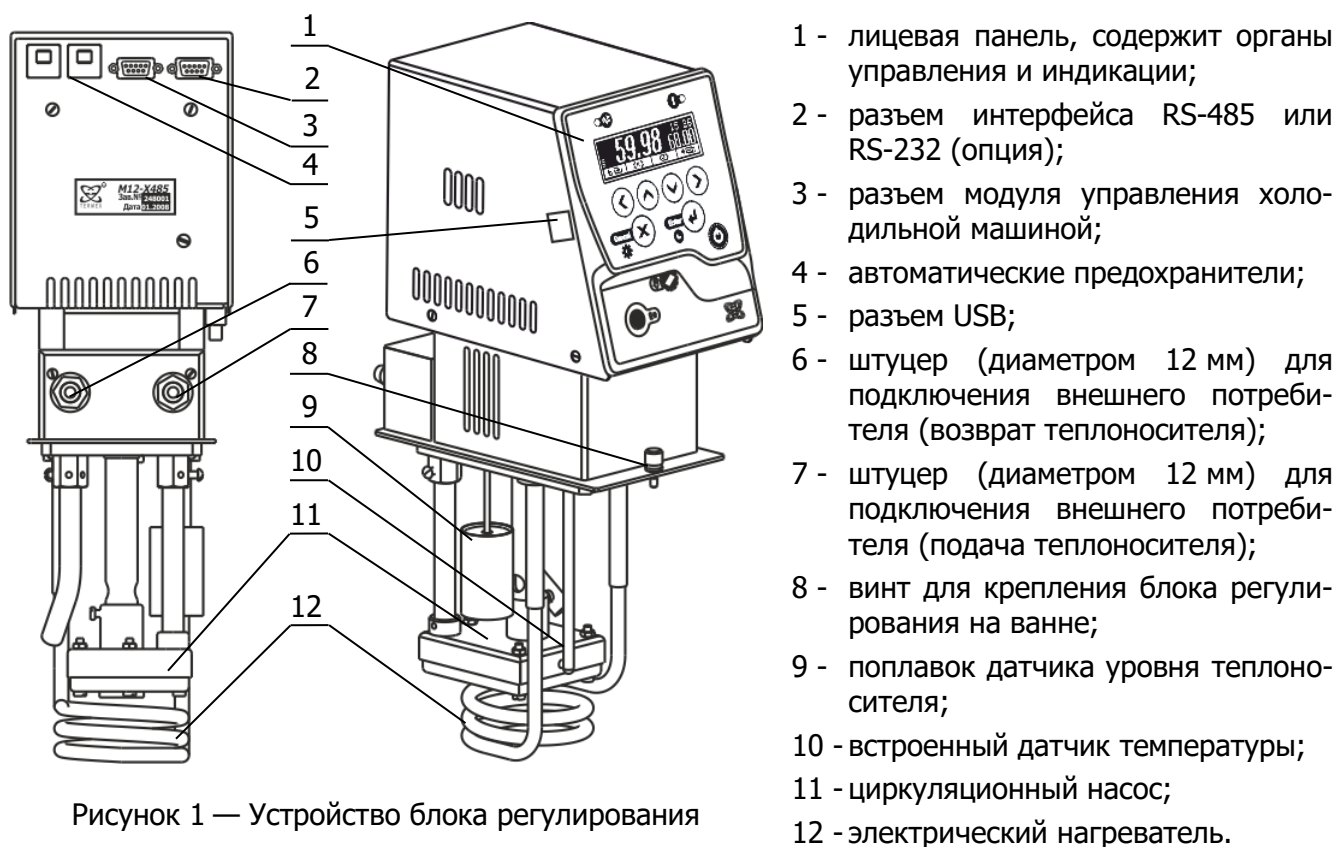

Рисунок 1 — Устройство блока регулирования
1.4.2 Работа блока регулирования заключается в поддержании заданной температуры теплоносителя, циркулирующего в ванне термостата, а также, во внешнем потребителе в случае его подключения. Циркуляция теплоносителя обеспечивается насосом 11 (рисунок 1). Подача теплоносителя внешнему потребителю производится через штуцер 7, а его возврат в ванну термостата — через штуцер 6.
2.2.2 Соединить шлангом-перемычкой из комплекта поставки входной 6 и выходной 7 штуцеры (рисунок 1) насоса блока регулирования. Закрепить шланг-перемычку на штуцерах, используя хомуты из комплекта поставки блока регулирования.